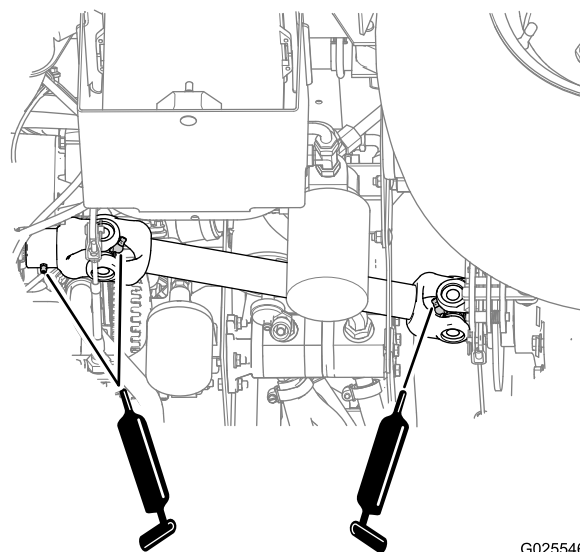

图39
- 驱动轴万向节2个请参阅图39
- 滑动靴1个请参阅图39